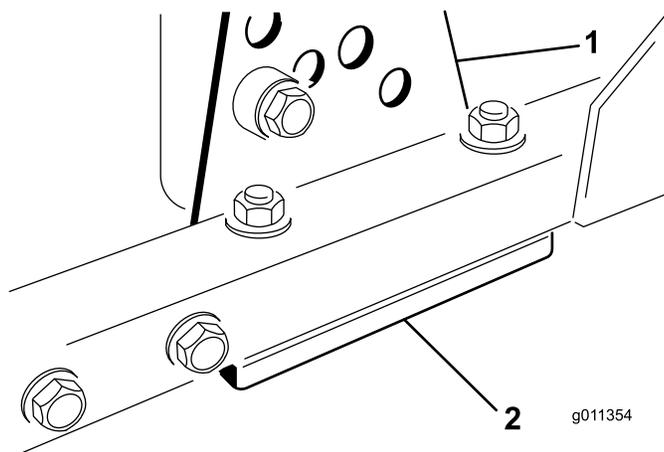

Figura 82
1. Retire o suporte da altura de corte (frente, esquerda ou direita) da estrutura da unidade de corte (Figura 82).
2. Ajuste os calços de 1,5 mm e/ou de 0,7 mm entre a estrutura da unidade de corte e o suporte para obter a definição de altura pretendida (Figura 82).